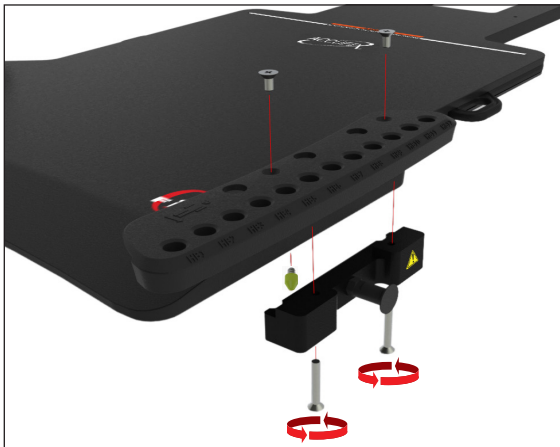

図1
1. アダプターを各ハンドグリップアレイに取り付けます。ここではそれぞれ1/4-20 x 1 1/2インチのネジを2本使用して行います (図1)。